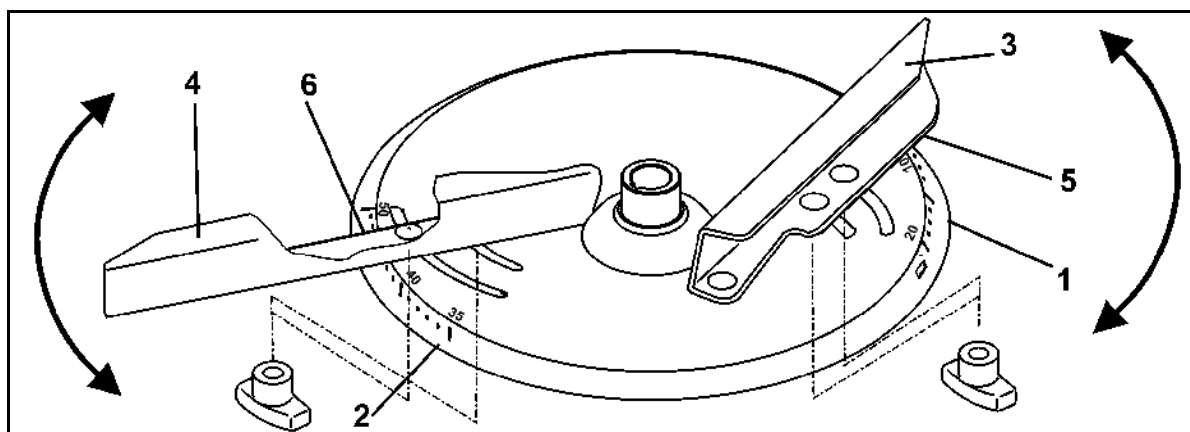

Fig. 43
Pour un réglage précis et sans outil de la position des aubes d'épandage, chaque disque d'épandage dispose de deux échelles graduées bien distinctes (Fig. 43/1 et Fig. 43/2).
- L'échelle graduée (Fig. 43/1) dont les valeurs vont de 5 à 28 correspond à l'aube d'épandage la plus courte (Fig. 43/3) et l'échelle graduée (Fig. 43/2) dont les valeurs vont de 35 à 55 correspond à l'aube d'épandage la plus longue (Fig. 43/4).
- o Relevez la valeur de réglage au niveau de l'arête de lecture (Fig. 43/5) pour l'aube d'épandage la plus courte (Fig. 43/3).
- o Relevez la valeur de réglage au niveau de l'arête de lecture (Fig. 43/6) pour l'aube d'épandage la plus longue (Fig. 43/4).
- Le fait de faire pivoter les aubes d'épandage sur une valeur plus élevée de l'échelle graduée (Fig. 43/1 ou Fig. 43/2) entraîne une augmentation de la largeur de travail.